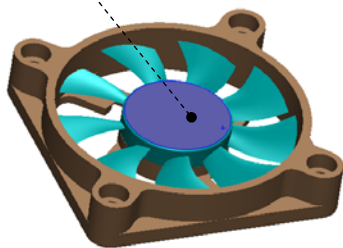

图 9.7.3 选取模型表面
Step4. 编辑马达。在“马达”对话框的  区域中激活马达方向, 然后在图形区选取图 9.7.3 所示的模型表面, 在  区域的类型下拉列表中选择  **等速** 选项, 调整转速为 80r/min, 其他参数采用系统默认设置值。在“马达”对话框中单击  按钮, 完成马达的添加。